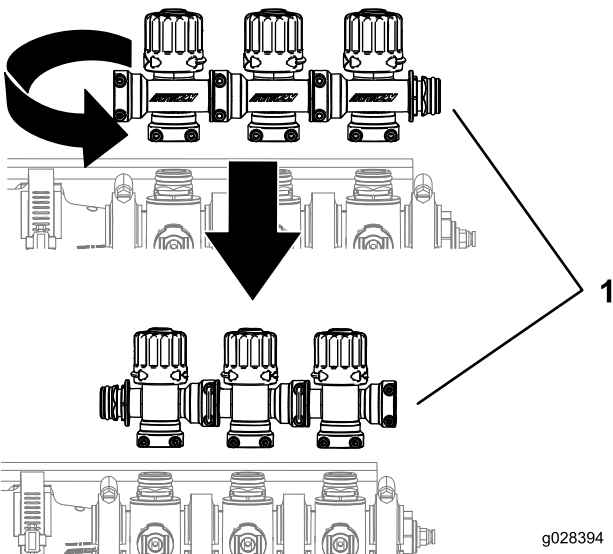

図 5
4. バイパス調整アセンブリを 図 5 に示すように180°回転させる。